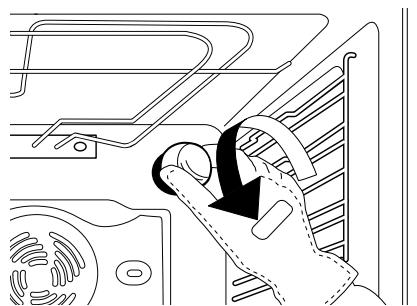

Fig. 5
- Svitare la copertura della lampada (Fig. 5), sostituire la lampada (vedere la nota per il tipo di lampada) e avvitare di nuovo il coperchio della lampada.
- La lampada usata nell'apparecchio è progettata appositamente per apparecchi elettrici e non è indicata per l'illuminazione della stanza (Regolamento della Commissione (CE) N. 244/2009).